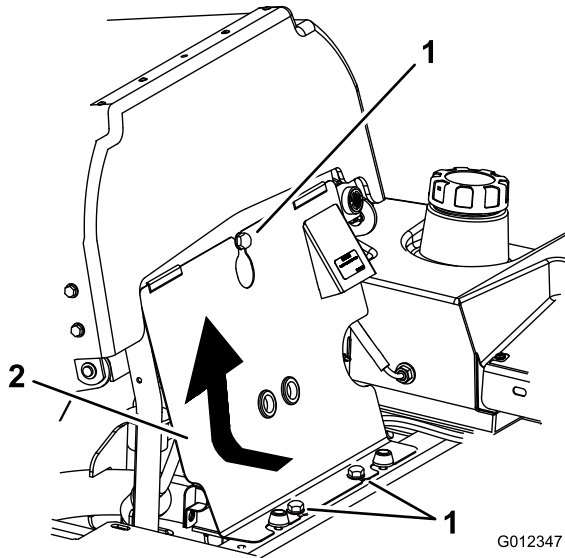

Figura 48
1. Inclinate il sedile in avanti, allentate i bulloni e togliete il pannello anteriore del motore (Figura 48).